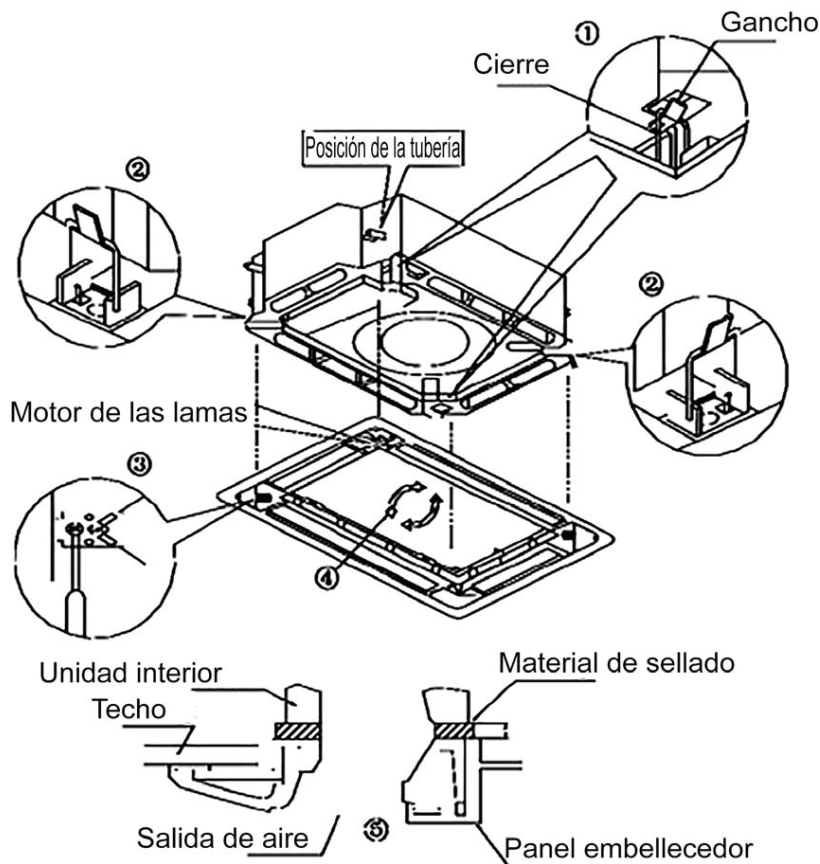

Fig. 2.13
(1) Ajuste el panel a la unidad interior haciendo coincidir la posición del motor de las lamas del panel a la posición de la tubería en la unidad interior como se muestra en la Fig. 2.13.
(2) Instalación del panel
- ①. Instalación de la tubería de drenaje de la unidad interior. Al instalar, suspenda el cierre en el gancho que se encuentra en el lado opuesto de la lama oscilante en el panel de la unidad interior (2 posiciones).
- ②. Suspenda los dos cierres a los ganchos a los lados de la unidad interior.
- ③. Enrosque los 4 tornillos de cabeza hexagonal bajo los cierres unos 15 mm. (El panel se elevaría)
- ④. Ajuste el panel girándolo hacia el sentido que indica la flecha en la Fig. 2.13, de manera que el panel se ajuste bien al techo.
- ⑤. Apriete los tornillos hasta que el grosor del material de sellado entre el panel y la unidad interior se reduzca a 5 - 8 mm.